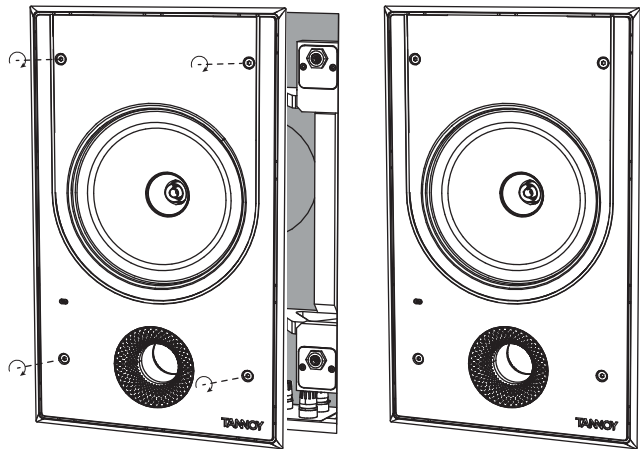

Abb. 2. Einbau in die BACK CAN
2. Installieren Sie die Lautsprechereinheit in der hinteren Dose, indem Sie zuerst die vier Schrauben bis zum Anschlag eindrücken und dann handfest anziehen (Abb. 2). Achten Sie darauf, dass Sie während der Installation weder die Lautsprecherkabel noch Ihre Finger einklemmen.